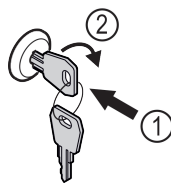

Fig. 175
- ▶ Shtyni çelësin brenda. Fig. 175 (1)
- ▶ Rrotulloni çelësin me 90° në drejtimin orar. Fig. 175 (2)